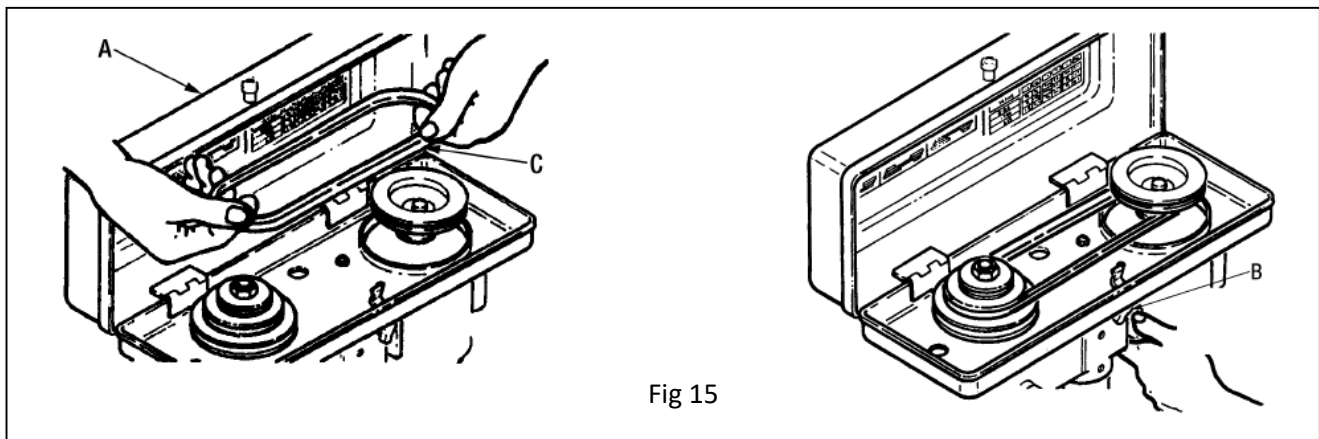

Fig 15
1. Soulevez la protection (A) Fig.15 du côté droit et maintenez-la ouverte.
2. Relâchez la poignée de réglage de la tension de la courroie (B) situé sur le côté droit de la tête de la perceuse à colonne. Tirez le côté droit du moteur vers l'avant pour relâcher la tension du ressort de la courroie. Serrez la poignée de réglage de la tension de la courroie.